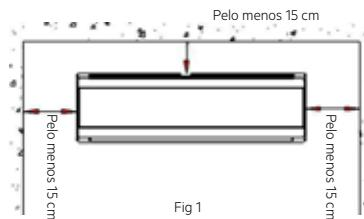

Fig 1
- Assegure a distância conforme ilustrado na Fig. 1.
- A parte de trás da unidade interior deve estar perto da parede (Fig. 1).